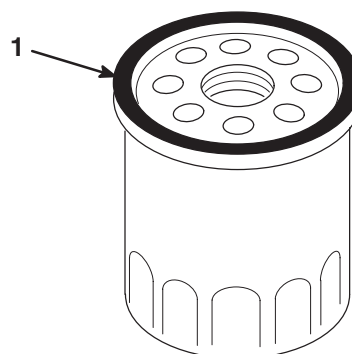

Figure 40
7. Avec les doigts, appliquez de l'huile moteur propre sur le joint du nouveau filtre (Fig. 40).